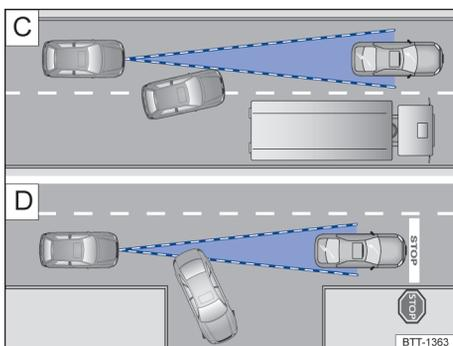

图 92 C 正在变换车道的车辆；D 正在转弯和静止的车辆
如一辆 ACC 探测到的车辆拐弯或驶出原车道时且在该车前方有一辆静止车辆，则 ACC 不会对这辆静止车辆作出反应 → 图 92 D。
- 从本车前方邻近车道切换到本车道的车辆 → 图 92 C。